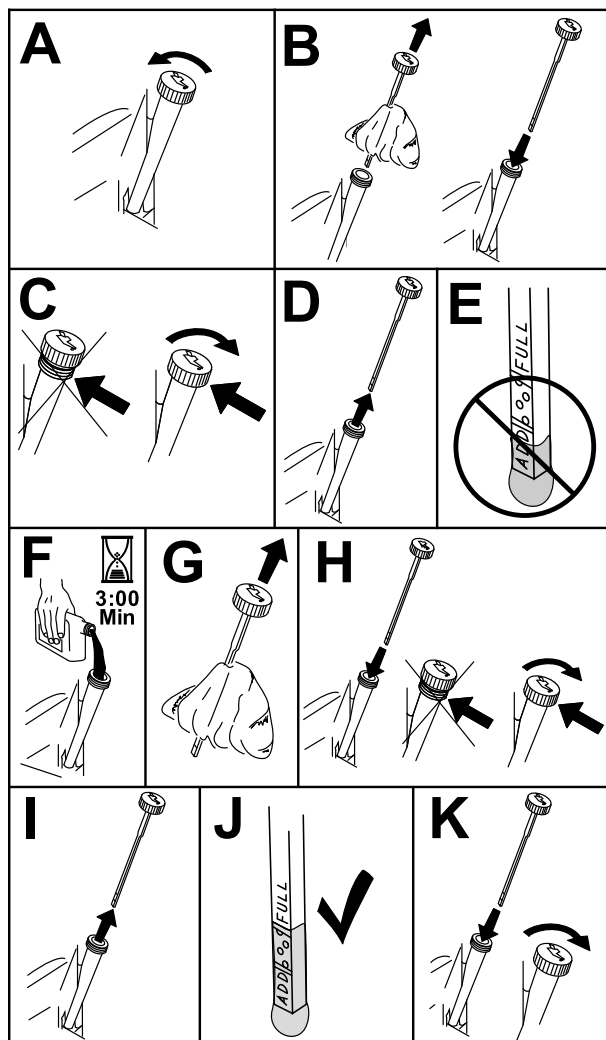

Bild 40
3. Reinigen Sie den Bereich um den Öfüllstutendeckel bzw. den Peilstab vor dem Abnehmen, damit kein Schmutz oder Schnittgut usw. in den Motor gelangt (**Bild 40**).